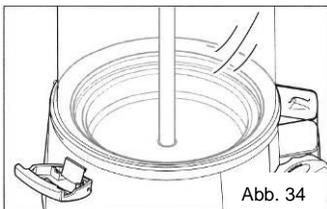

Abb. 34
- In Abb. 34 ist ein korrekt angebrachter Behälter gezeigt; er liegt gleichmäßig am ganzen Rand des Sockels an.